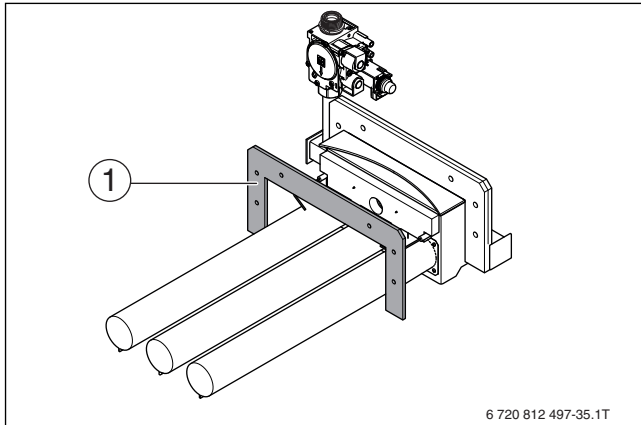

Рис. 42 Термоизоляция горелки
- Обеспечьте её правильную установку (→ рис. 42, стр. 36).